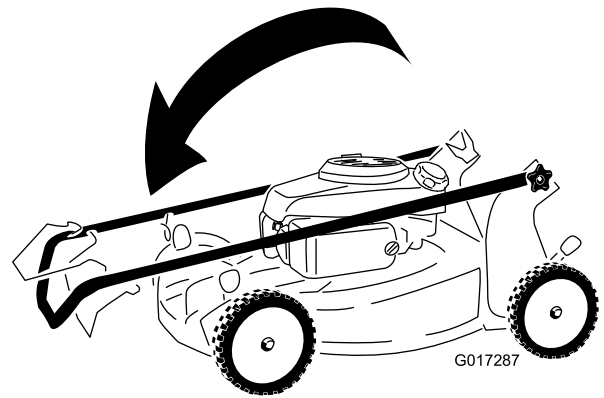

Figura 14
2. Pliegue hacia adelante la sección superior del manillar (ver Figura 14).